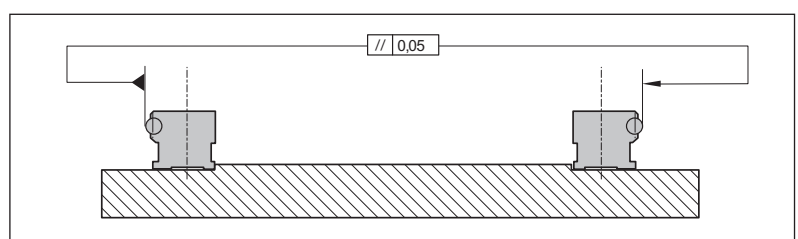

Fig. 77: Parallelität der Führungsschienen prüfen
- Parallelität prüfen ➡ Fig. 77